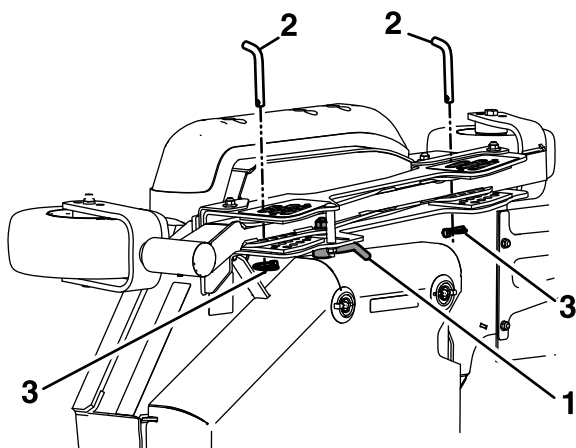

Figura 73
3. Abra los bloqueos de leva de las carcasas laterales derecha y izquierda (Figura 73).
4. Retire y guarde la trabilla de altura de corte de la carcasa lateral (Figura 73).